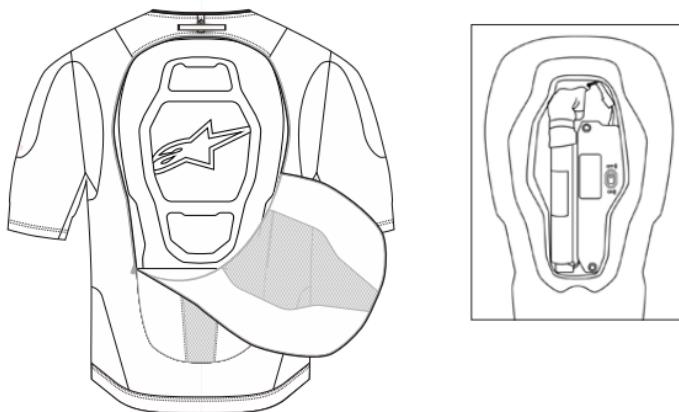

Figure 23 : Déconnexion de l'écran LED (3)
1. Déconnectez l'écran LED (3) - Placez d'abord le système sur une surface plane, de préférence sur un établi ou une table, en orientant l'avant du système vers le bas. Accédez à la protection dorsale (4) en ouvrant la fermeture éclair située à l'arrière du système. Ouvrez le couvercle à l'aide de la fermeture velcro de la protection dorsale (4) et débranchez le connecteur de l'affichage à LED (3) comme indiqué à la figure 23.